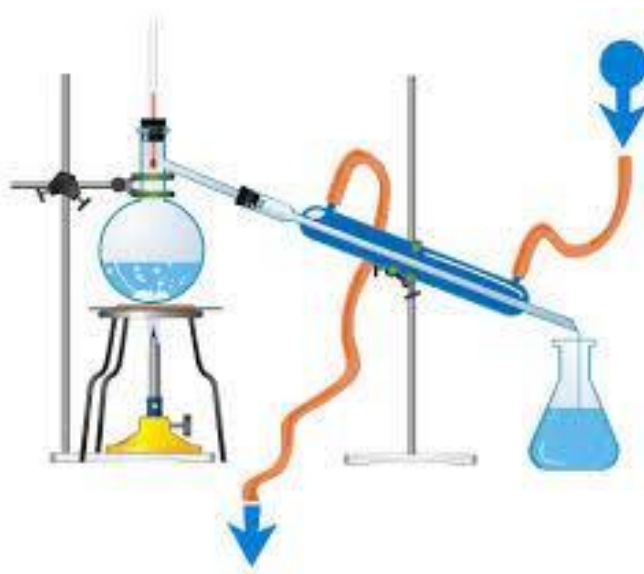

Figura 2.1: Destilación.
1. Montar el sistema de destilación como se muestra en la figura 2.1.
2. Colocar las perlas de vidrio en el fondo del balón. Agregar 150 mL de vino tinto con la ayuda de un embudo y colocar en el sistema como muestra la figura 2.1.